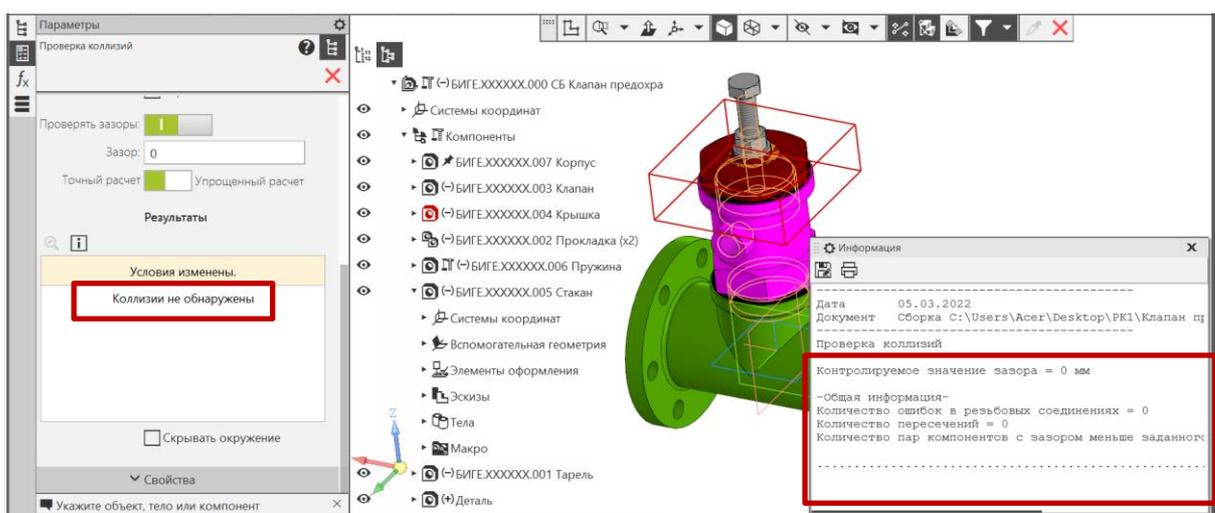

Рис. 54 Результат проверки резьбового соединения
- **Обрабатывать резьбы – Результат** (рис. 54).
Из результатов проверки можно сделать вывод, что резьбовое соединение двух деталей выполнено корректно (см. рис. 54).